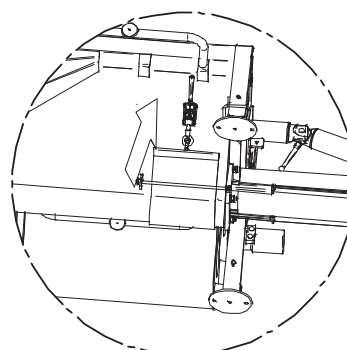

Fig. 10
- Ouvrir la trappe de vidange de la trémie (Fig. 10).